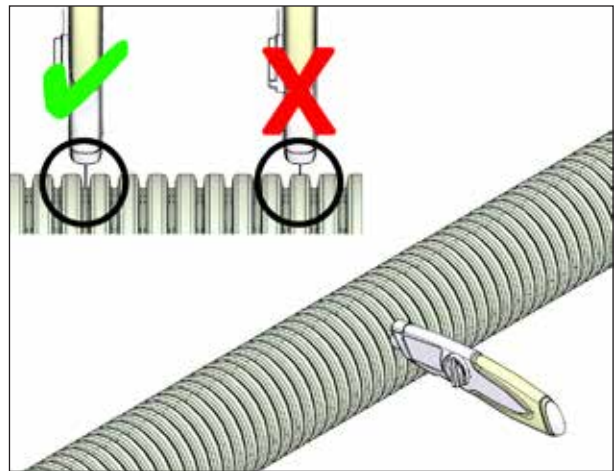

Abb. 3: Flexrohr ablängen
- ▶ Längen Sie Flexrohre grundsätzlich nur im Wellental (siehe Abb. 3) mit einem geeigneten Werkzeug (z. B. Cutter) ab.